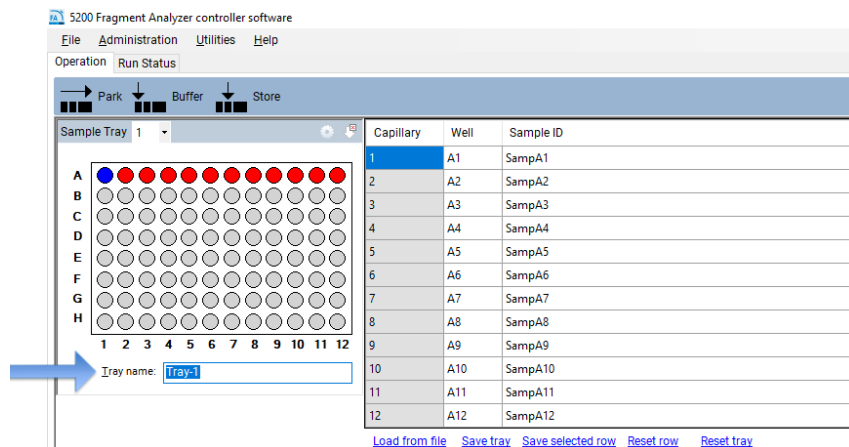

Abbildung 86 Markierung des Traynamens
- Markieren Sie im Feld **Tray name** (Trayname) auf der Registerkarte **Operation** (Betrieb) den Traynamen mit dem Maus-Cursor (**Abbildung 86**).